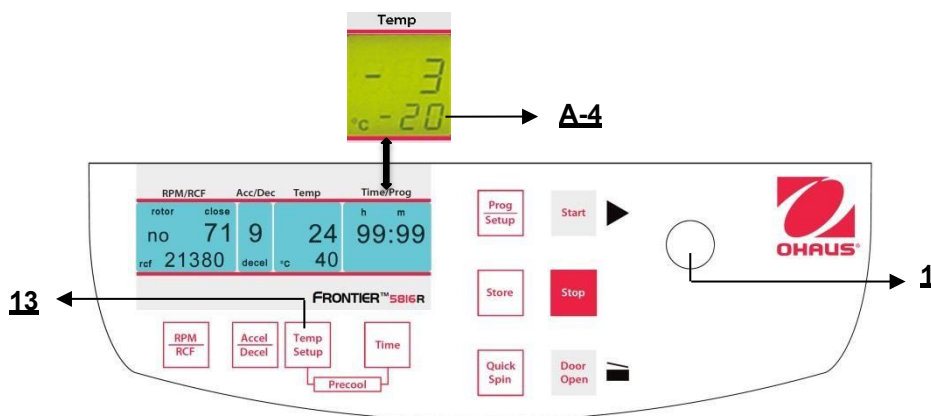

Figura 22
Questa funzione è attivata dal tasto "**Temp/Setup**" (13). Dopo aver premuto questo tasto, nel display "**Time/Prog**" lampeggia l'indicazione "**°C**" (A-4). Mediante la manopola di regolazione (1) è possibile preselezionare la temperatura di test in passi da 1°C in una gamma da -20°C fino a +40°C. Questo valore è indicato in modo permanente nel display (figura 22), prima durante e dopo il funzionamento. Si prega di notare le rispettive temperature più basse dei rotori alla velocità max.!